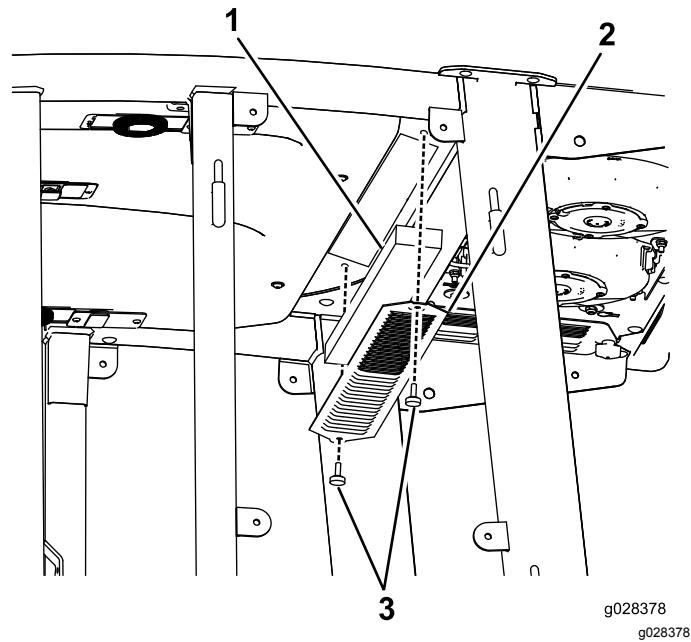

Bild 125
3. Nehmen Sie die 22 Schrauben ab, mit denen das Dach befestigt ist, um das Kabinendach von der Kabine abzunehmen (Bild 125).
4. Entfernen Sie die Luftfilter (Bild 125).
5. Entfernen und reinigen Sie die Klimaanlagenschlangen (Bild 125).